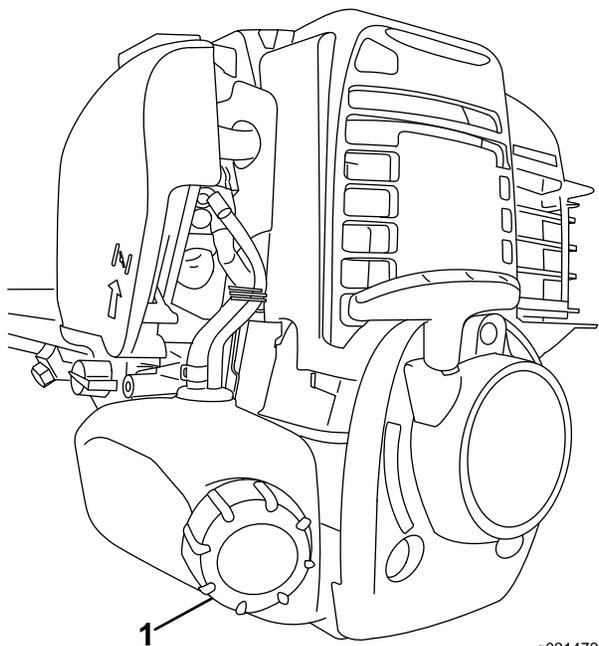

Figura 16
4. Limpie alrededor del tapón de combustible y retire el tapón (Figura 16).
6. Coloque el tapón de combustible firmemente (Figura 16).